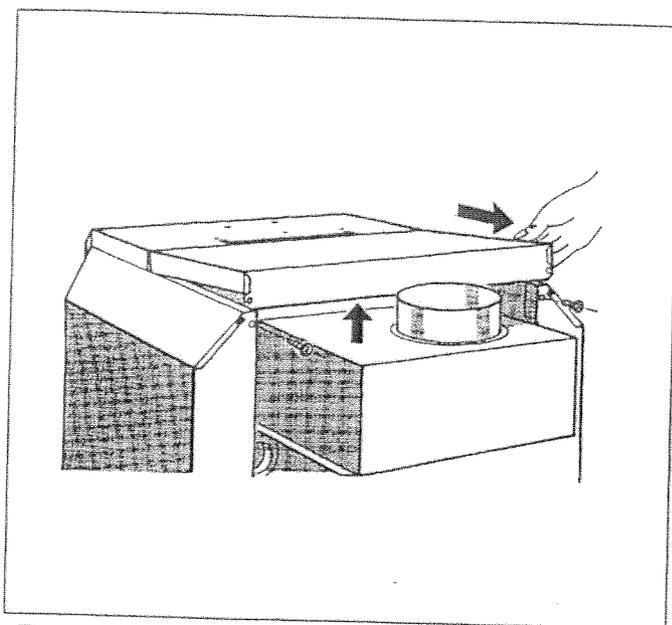

Fig. 5: Rimuovere la copertura caldaia posteriore
- Svitare le due viti di fissaggio della copertura caldaia posteriore. Sollevare la copertura caldaia posteriore ed estrarla dal retro (Fig. 5).